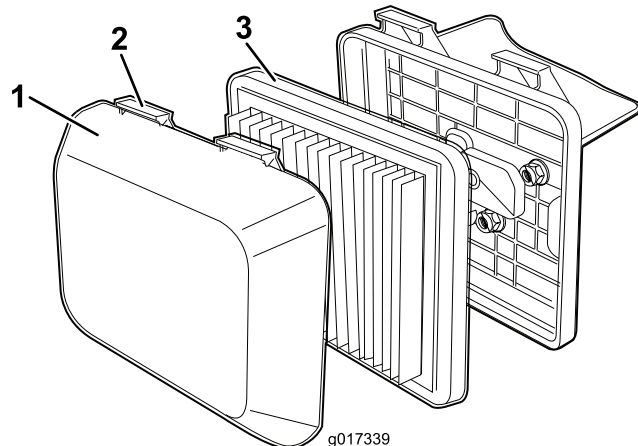

图20
1. 向下按空气滤清器盖子的闩锁袢扣 (图20)。
3. 拆下过滤器 (图20)。